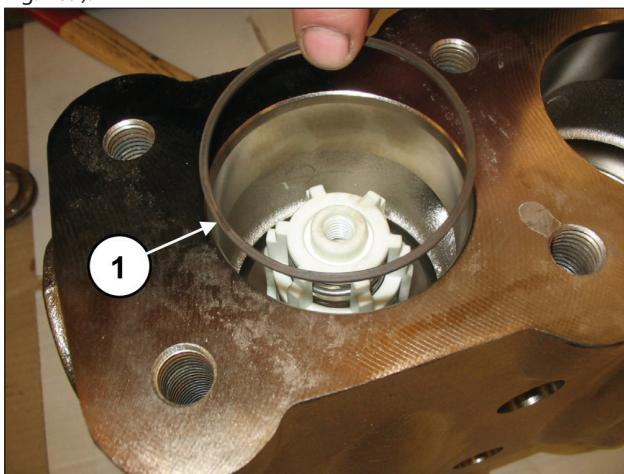

Fig. 109
Insira o anel anti-extrusão, pos. de explosão nº. 16 (pos. ①, Fig. 109).